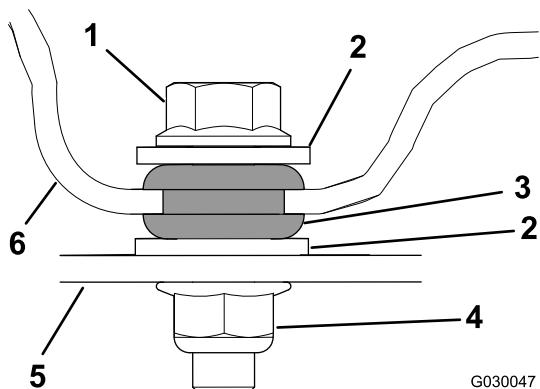

图6
3. 用 4 个凸缘头螺栓、8 个垫圈和 4 个凸缘螺母固定顶篷（图6）。